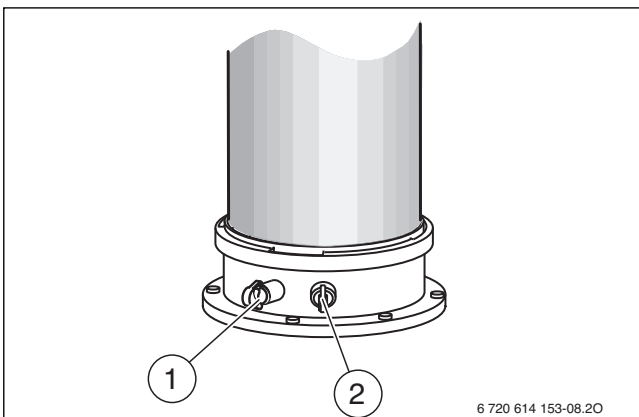

Fig. 43
- ▶ Retirer le bouchon de la prise de mesure de l'air de combustion [2] (→ fig. 43).
- ▶ Retirer le bouchon de la prise de mesure des fumées [1] (→ fig. 43).